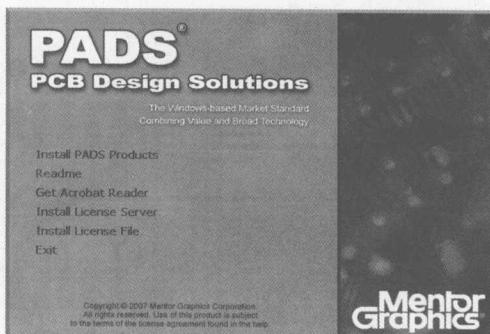

图 1-1 “PCB Design Solutions”对话框
- (1) 插入光盘到光驱中，弹出如图 1-1 所示的对话框。